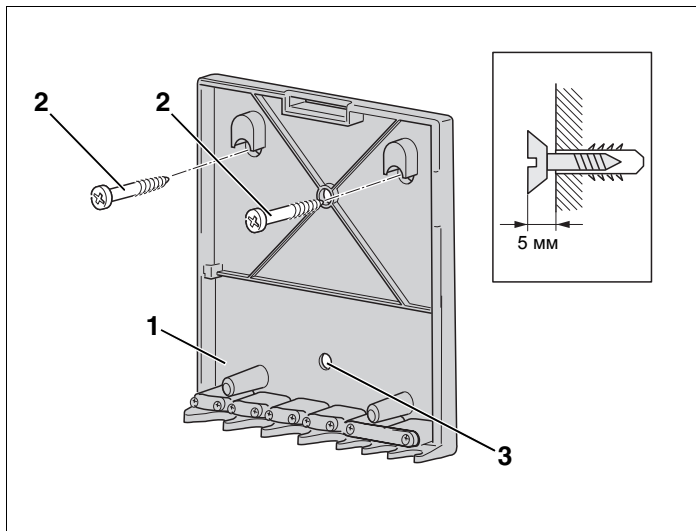

Рис. 9 Установка настенного кронштейна
- Наметить расположение отверстий для настенного кронштейна (рис. 9, **поз. 1**).
- Просверлить отверстия согласно их расположению на кронштейне (рис. 9, **поз. 1**) (Ø 6 мм).
- Вставить дюбели в отверстия и закрутить входящие в поставку винты (рис. 9, **поз. 2**) до их выступа 5 мм.
- Установить настенный кронштейн (рис. 9, поз. 1) и затянуть винты. Если требуется, то зафиксировать кронштейн (рис. 9, поз. 1) винтом в дополнительном отверстии (рис. 9, поз. 3).